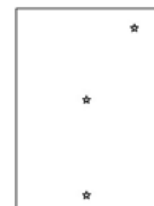

Figura 3.2. Posiciones para la colocación de los sensores de temperatura en un módulo fotovoltaico en base a la norma IEC 61853-1.
- En la medida de temperatura de cadenas de módulos, se recomienda tomar la temperatura de al menos tres de los módulos de la cadena y en los tres puntos indicados en la *Figura 3.2.* dentro de cada módulo. Se recomienda tomar un módulo cercano al extremo de la cadena y dos módulos del centro de la cadena. Para ello será muy útil la utilización del E-Temp que permite tomar estas medidas de manera inalámbrica.